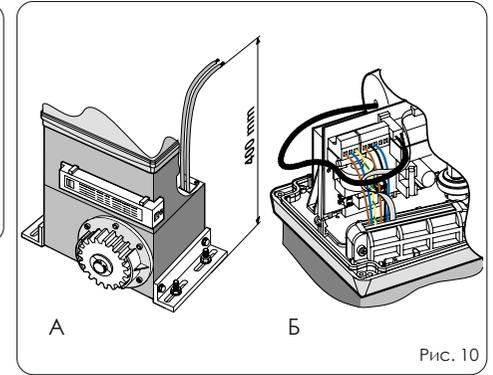

Рис. 10
- Расположите привод на основании, используя шайбы и гайки из комплекта, как показано на рис.9. Во время этой процедуры, проложите кабели через канал в нижней части корпуса двигателя (рис.10 выноска А). Проложите кабели к блоку управления через специальное отверстие, используя прорезиненный кабельный хомут. Расчехлите кабель, так чтобы хомут удерживал каждый проводок в отдельности. (рис.10 выноска В).